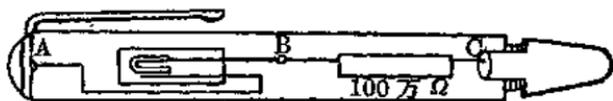

图 1
3. 将霓虹管和 100 万欧姆的炭质电阻器按图 1 焊接起来, A 端与 C 端的导线要留得稍长一些,然后把它们套入中空的钢笔杆里。用锉刀将铁块锉成一只铁头,如图 1 右端所示。再将 A 端与 C 端分别焊接在钢笔上的铜帽和铁头上。把铁头牢牢地插入钢笔杆里。